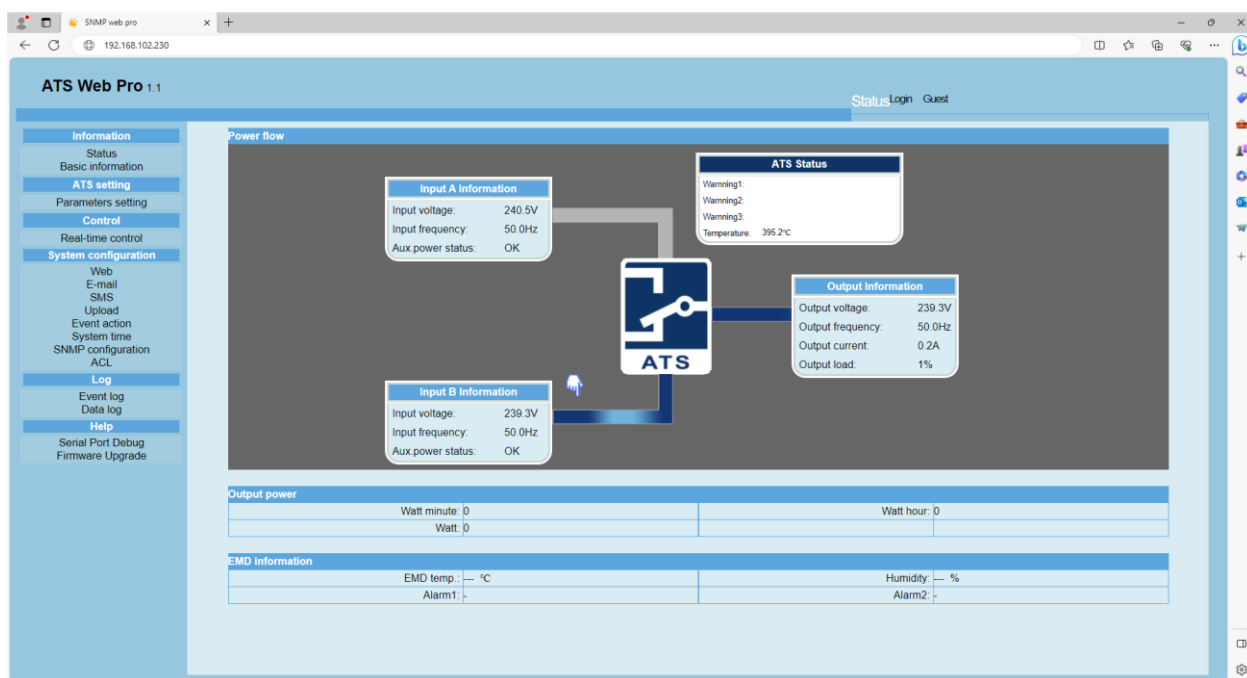

Рисунок 3. Интерфейс карты SNMP АВР
4.10 В адресной строке браузера введите IP адрес карты и нажмите Enter. WEB-интерфейс карты представлен на Рис. 3.
На рис.3 изображена мнемосхема с двумя подключенными источниками переменного напряжения 220 В, которые удовлетворяют требованиям к входному напряжению и поэтому питание нагрузки может осуществляться через один из вводов в зависимости от настроек приоритета вводов.